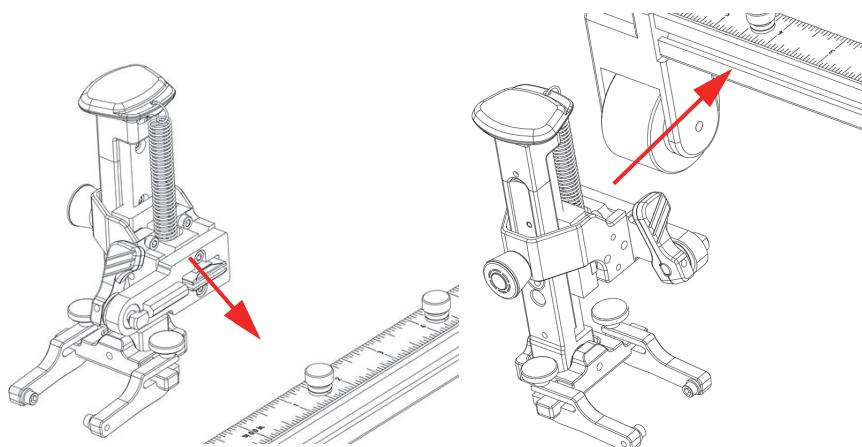

图 2-11 探头托架与导轨槽对齐
2. 将探头托架与导轨槽对齐, 确保两者彼此平行 (参见第49页的图 2-11)。